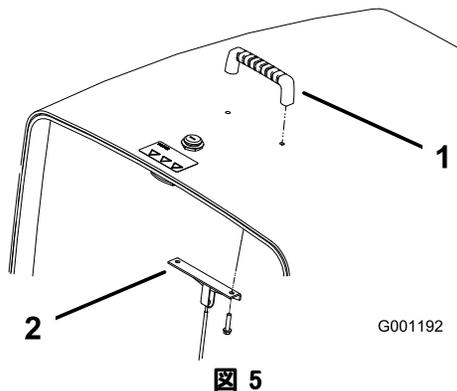

図 5
2. ネジ2本を使って、取っ手とフードケーブルブラケットをフードに取り付ける(図 5)。